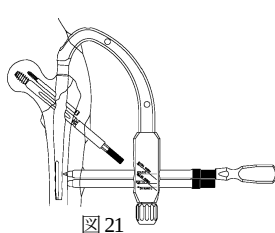

図21
- 19) ディスタルススクリュー用スリーブとディスタルススクリュー用ドリルスリーブを組み付け、ターゲットデバイスのつまみでスリーブを確実に固定し、ディスタルススクリュー用オウルにて外側皮質を穿孔します。(図21)